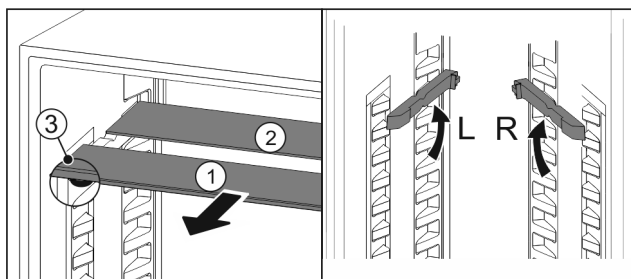

Fig. 26
- Sortir les tablettes par l'avant Fig. 26 (1).
- ▷ La tablette en verre Fig. 26 (1) avec bordure décorative est située à l'avant.
- ▷ Les butées Fig. 26 (3) sont orientées vers le bas.